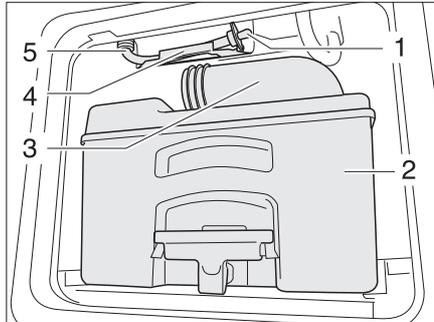

Bild 273 Ablaufschlauch Wassertank Toilette
- Kassette (Bild 273,2) an einer dafür zugelassenen Entsorgungsstelle entleeren und reinigen.
- Den Entleerungsstutzen (Bild 273,3) offen lassen.
- Ablaufschlauch (Bild 273,5) aus der Halterung (Bild 273,4) nehmen.
- Den Ablaufstößel (Bild 273,1) entfernen und Restwasser ausfließen lassen.